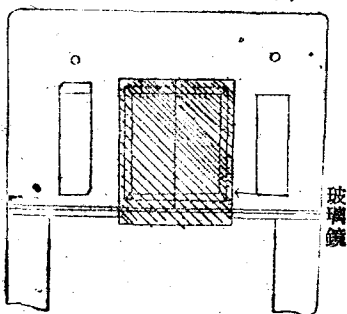

图9 爐門玻璃鏡全擋
6、玻璃鏡全擋：在引上室內溫度低，或发生停电、燒保險、燒边火中断等緊急事故时，边子驟然受冷，就要向外張出，需用此法（图9）。經修复后可根据边子的变化程度